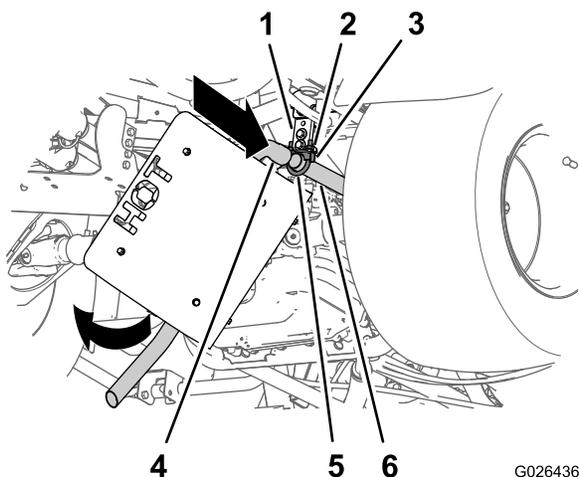
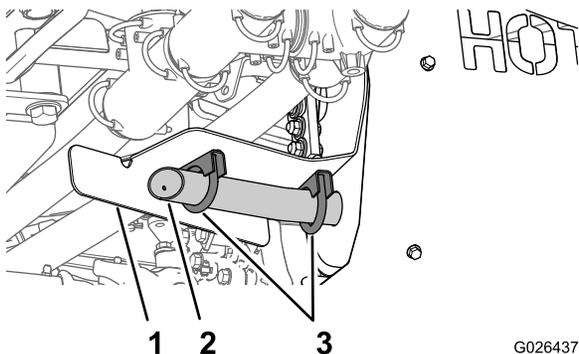

图13
图14
1. 将消声器的进气管与排气管的开口端对齐（图13）。
3. 向上旋转消声器，直至消声器的尾管与尾管支架对齐（图13 和 图14）。
4. 使用 2 个消声器夹 (31.75mm) 将尾管安装到尾管支架上，如 图14 所示。
5. 在排气管和消声器进气管（图13）、尾管和尾管夹（图14）和消声器支架和药缸支撑管（图12）上，上紧消声器夹的螺母扭矩至 19.78~25.42Nm。